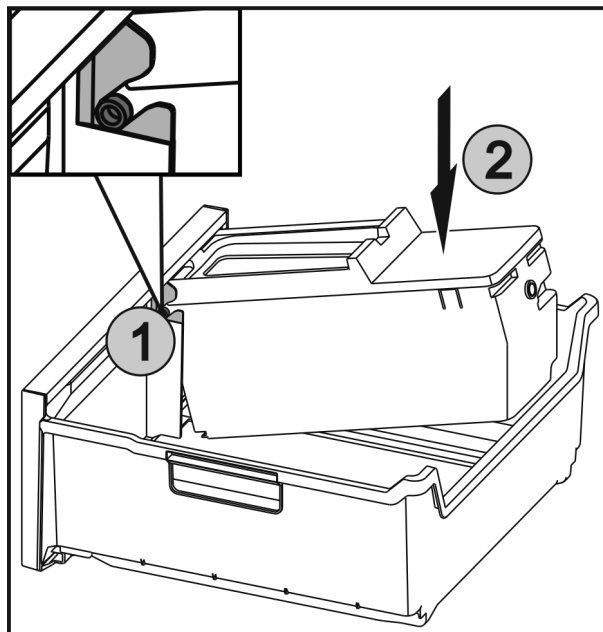

Fig. 54
- ▶ Skub akserne Fig. 54 (1) på EasyTwist-Ice ind i føringerne, og tryk på bagsiden Fig. 54 (2), indtil lasken går i hak.